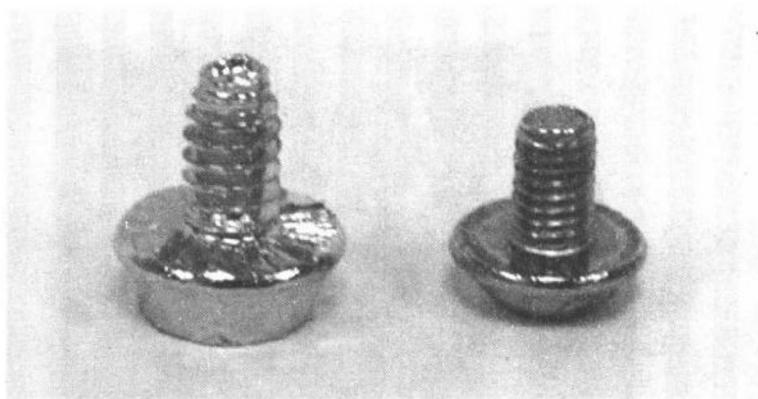

图 2-6 两种不同螺距的螺钉
(3) 其中螺钉的种类，主要以螺距的宽窄来区分。其中螺距较宽的螺钉，大多是用来固定机箱的，如机箱的盖子、适配卡、电源等。而螺距较窄的螺钉，则大多作为固定磁盘、光驱等使用，如图 2-6 所示。